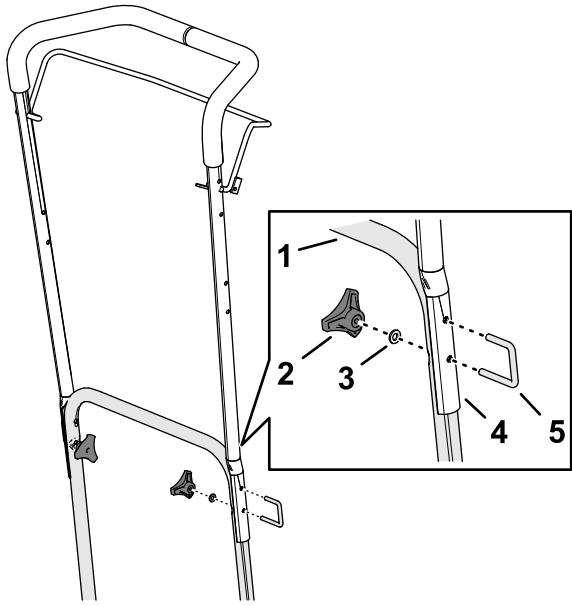

Figura 8
1. Allineate i fori sulla stegola superiore con i fori nella stegola inferiore (Figura 8).